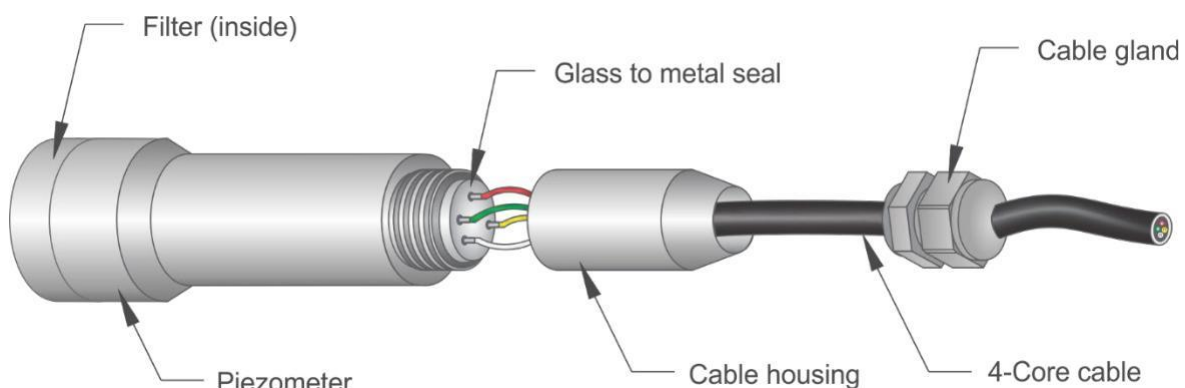

Figure 3.1
- 3.4.2 Faites glisser le presse-étoupe PG 9, puis le boîtier de raccordement du câble sur l'extrémité préparée du câble (voir figure 3.1).